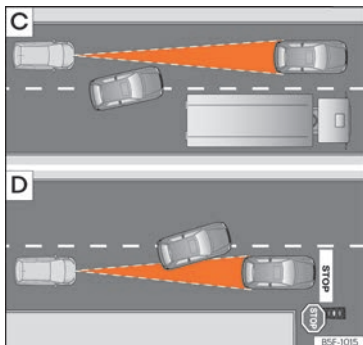

Fig. 184 [C] Changement de voie d'un véhicule. [D] Véhicule tournant et un autre arrêté.
- Véhicules changeant de voie pour aller sur la vôtre, à courte distance de votre véhicule » » **fig. 184 [C].**
L'ACC peut ne pas réagir face à des véhicules arrêtés. Par ex., si un véhicule détecté par l'ACC tourne ou se détache et que devant ce dernier se trouve un véhicule à l'arrêt, l'ACC ne réagira pas face à celui-ci » » **fig. 184 [D].**